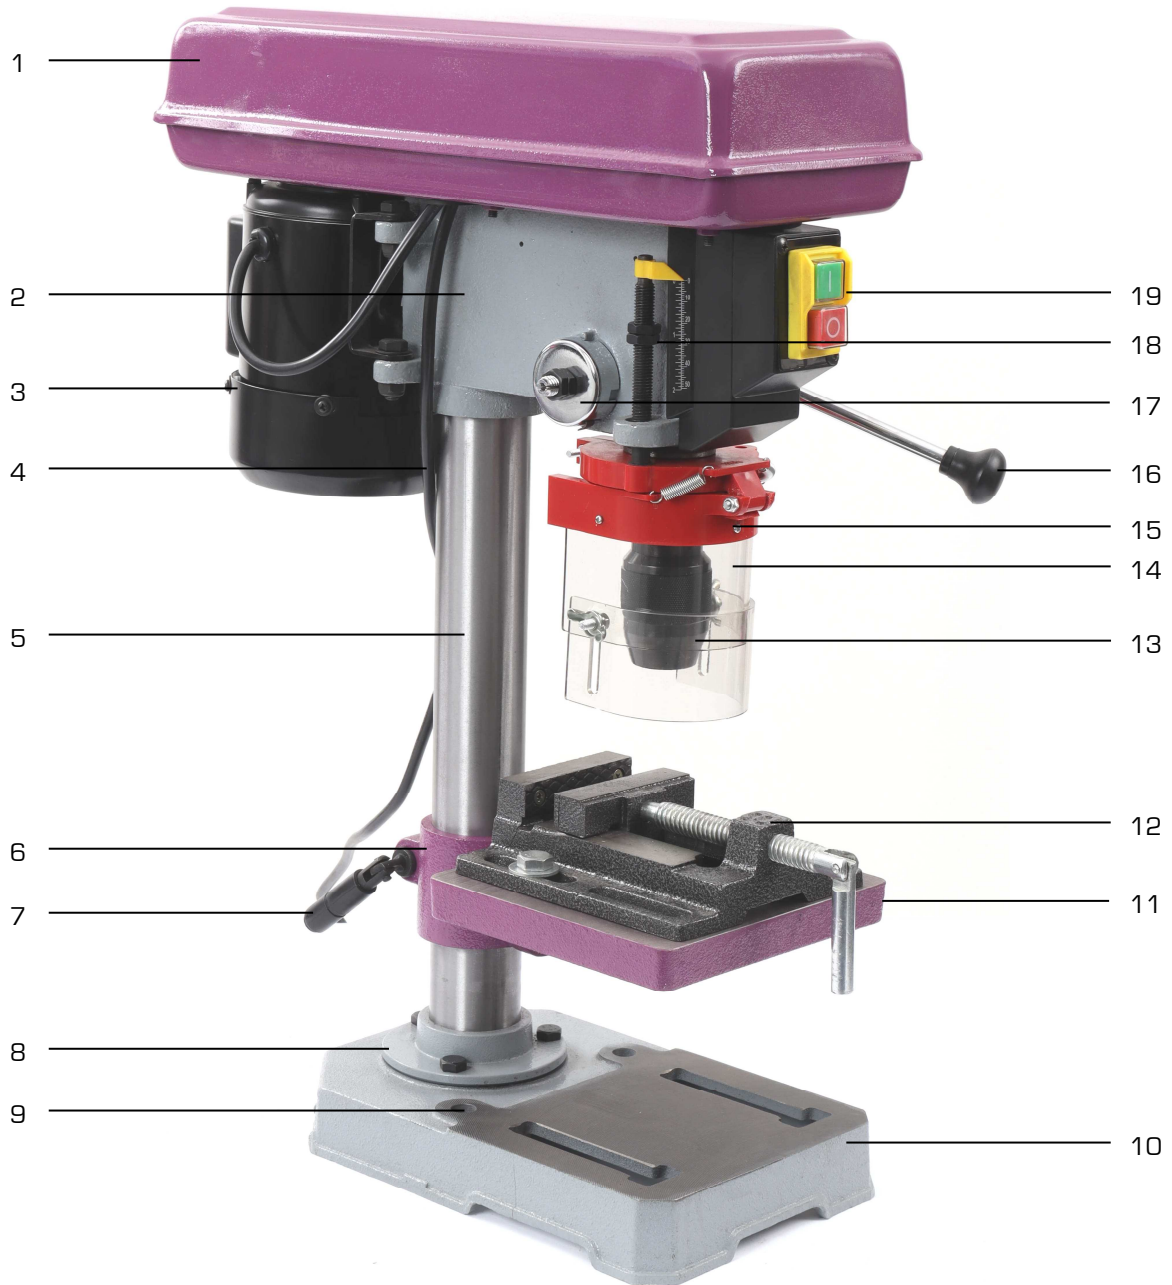

Figure 1
Fixer la machine à l'établi, en correspondance des 2 points de fixation scellement base (9 fig.1), au moyen de rondelles, d'écrous et de boulons de fixation appropriés (M12), de sorte qu'elle ait une position la plus stable possible.
5. Installer la tête (9) sur la colonne (3).
9. Les bras de cabestan (16 fig.1) doivent être correctement installés pour la descente de broche :
10. Monter correctement l'écran de protection mandrin (14 fig.1) sur son support de protection de mandrin (15 fig.1).